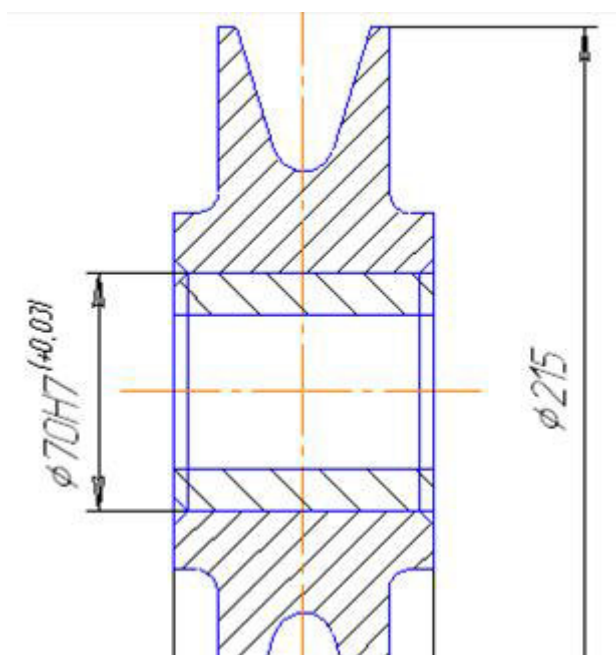

Рис. 6.4. Начальная установка втулки в отверстие ролика
- щелкните по кнопке **Прервать команду** на панели специального управления или нажмите на клавишу **Esc**. Втулка встанет в отверстие ролика. Это состояние системы показано рис. 6.4;